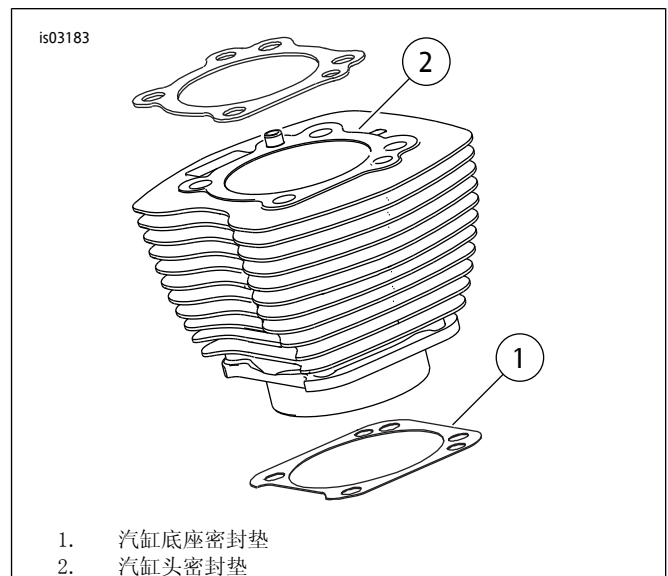

图1. 汽缸密封垫
- 参见图1。103.1 mm (4 in) 汽缸底座密封垫(1)和汽缸头密封垫(2)无需使用O形环。切勿在汽缸销或汽缸套管上使用O形环。